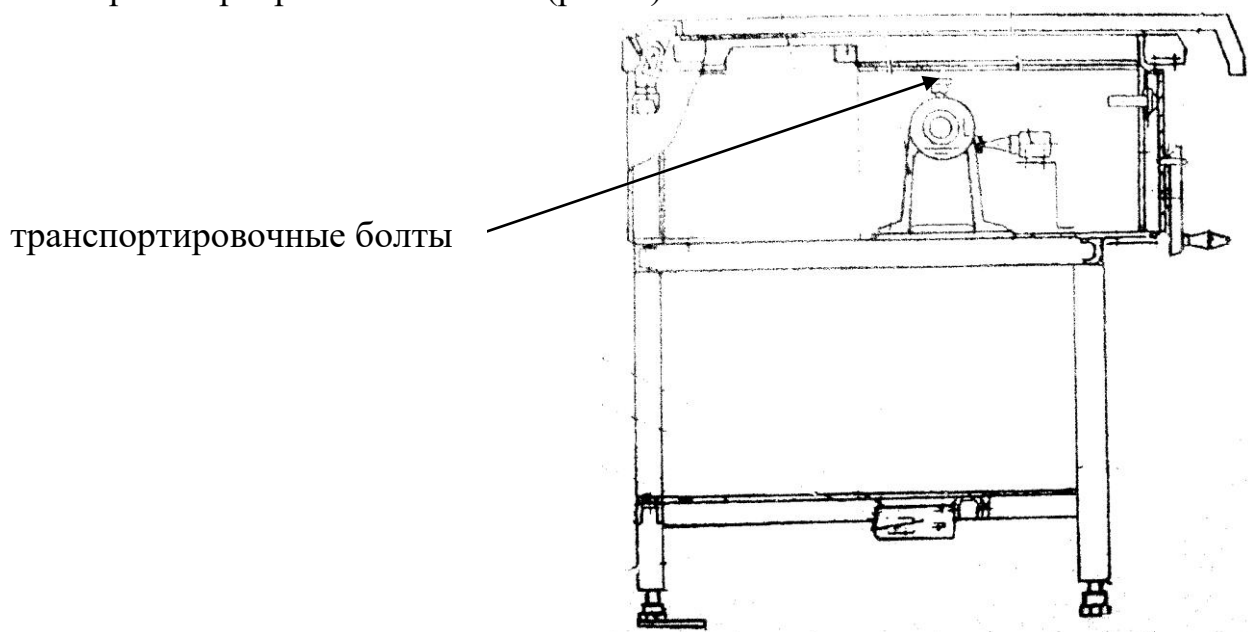

Рис. 5
- 1) отвернуть винты, снять борт 1, откинуть панель 3, снять транспортировочные болты (рис. 5).